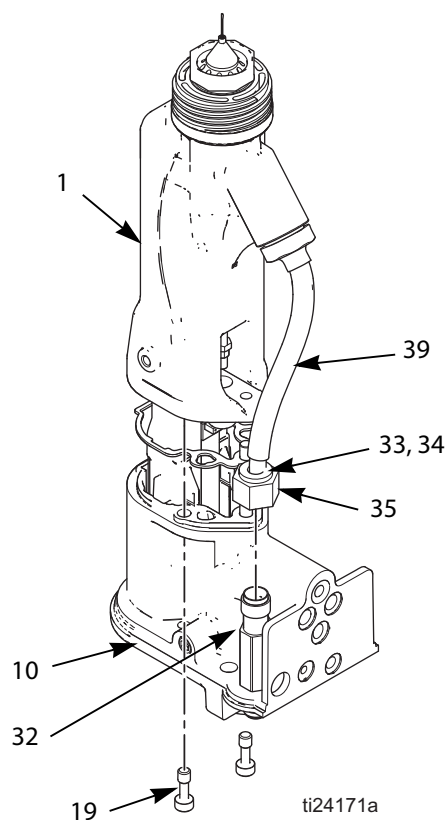

Рис. 26. Демонтаж корпуса
3. Снимите кожух краскораспылителя (26).
4. Осторожно ослабьте гайку (35) соединительного фитинга. Извлеките трубу (39) из фитинга (32). Убедитесь в том, что оба обжимных кольца (33, 34) и гайка остаются в трубке. См. Рис. 26.
6. Ослабьте два винта (19). См. Рис. 26.
7. Придерживая рукоятку (10) краскораспылителя одной рукой, потяните корпус (1) в строго вертикальном положении. См. Рис. 26.